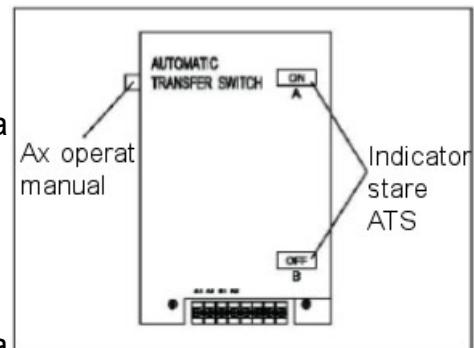

Fig.4-11
- Display-ul pentru starea comutatorului de transfer indica "ON" (fig. 4-11).